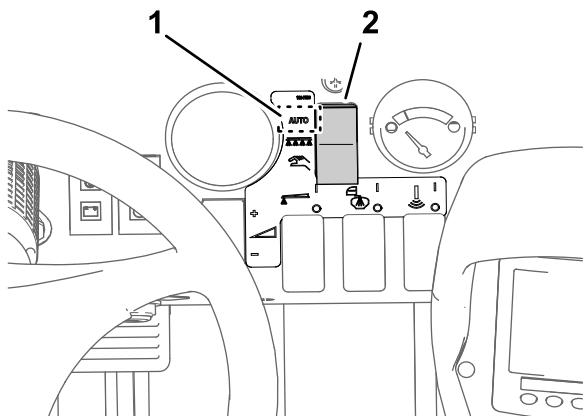

Figura 35
3. Impostate il pulsante della modalità di irrorazione sulla modalità con volume di applicazione (Figura 35).